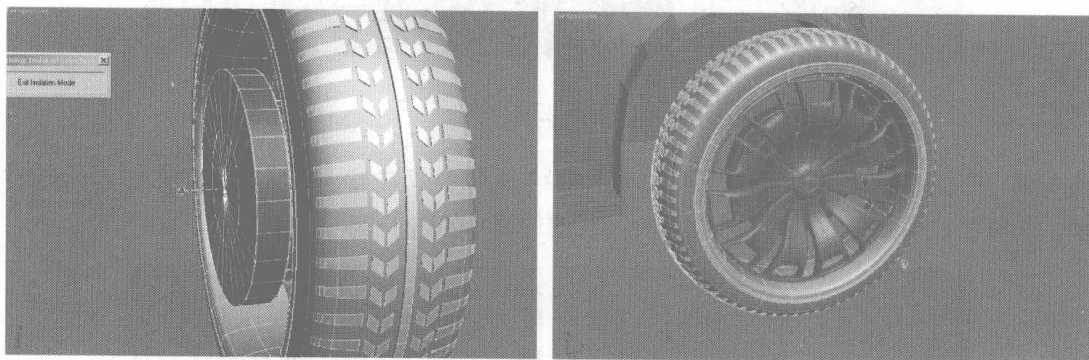

图 7.296
- 49 缩小该物体的厚度，将它摆放到合适的位置，如图 7.296 所示。然后选择组成车轮胎的所有模型，单